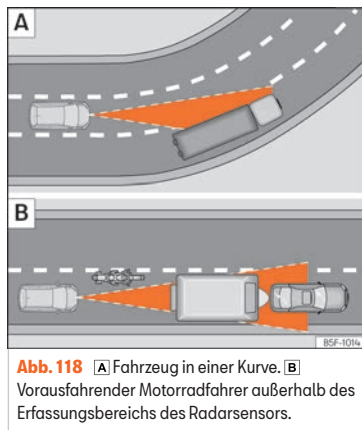

Abb. 118 **A**) Fahrzeug in einer Kurve. **B**) Vorausfahrender Motorradfahrer außerhalb des Erfassungsbereichs des Radarsensors.
Es ist möglich, dass die ACC das vorausfahrende Fahrzeug in der Kurve nicht erkennt oder die Entfernung zu Fahrzeugen einstellt, die sich auf anderen Fahrspuren befinden »» (Abb. 118)
- Versetzt fahrende Fahrzeuge oder Fahrzeuge, die außerhalb des Erkennungsbereichs des Sensors fahren, z. B. Motorräder »» (Abb. 118)